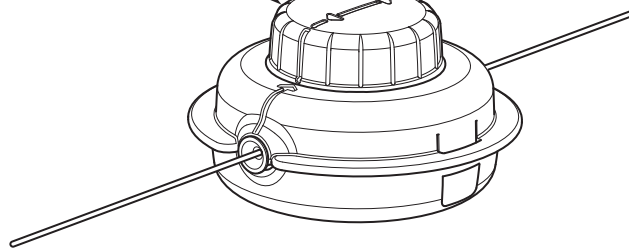

Fig. 21
- Gire la perilla de impacto para enrollar el hilo hasta que sobresalga aproximadamente 5 pulgadas (12.5 cm) de cada lado del cabezal de corte (Fig. 21).